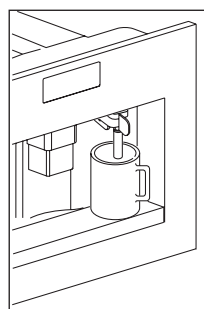

Abb. 12
- ▶ Stellen Sie eine Tasse unter den Heißwasserauslauf (Abb. 12). Wenn der Heißwasserauslauf nicht eingesetzt ist: